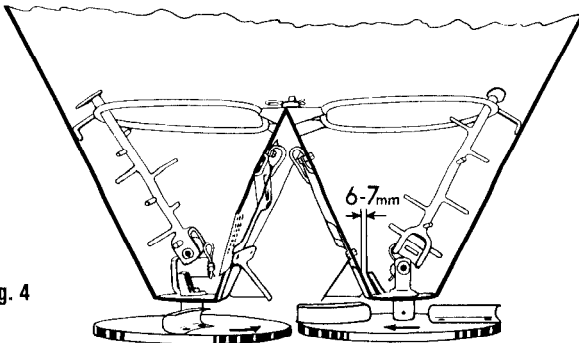

Fig. 4
Ringrührwerk, max. Befüllung 600 kg. Es ist **nur dann erforderlich**, wenn der **auszustreuende Dünger feucht ist oder angefeuchtet wird** und infolgedessen nicht mehr gleichmäßig auf die Streuscheiben fließt. Mit dem Ringrührwerk können auch mehrere angefeuchtete Düngersorten nach schichtweisem Einfüllen im Trichter gemischt werden. Einbau siehe Fig. 4.
12. **Regelmäßig** den **Abstand** (6–7 mm, siehe Fig. 4) zwischen **Trichterwand** und **Rührfinger überprüfen!** Rührfingerspitze eventuell nachbiegen. Zu stark verschlissene Rührköpfe auswechseln.